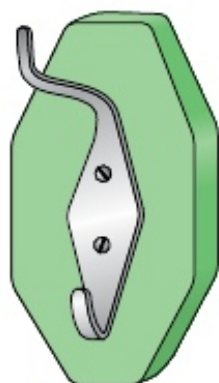

Рис. 66. Вешалка-крючок
1. По указанию учителя разметьте одну из заготовок: отвёртки (см. рис. 33, а), кронштейна (см. рис. 33, б), крепёжного уголка (см. рис. 33, в), подвески (см. рис. 39, г), приспособления для изготовления заклёпок (см. рис. 34), пластмассового корпуса вешалки-крючка (рис. 66) или детали своего творческого проекта.
3. Отшлифуйте наружные поверхности пластмассового корпуса вешалки-крючка (см. рис. 66) или пластмассовой детали своего творческого проекта.